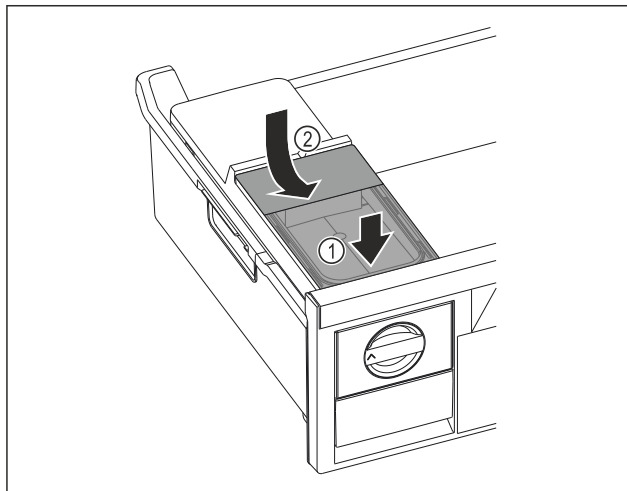

Fig. 181
- Поставете резервоара за вода отпред. Fig. 181 (1)
- Спуснете резервоара за вода отзад. Fig. 181 (2)